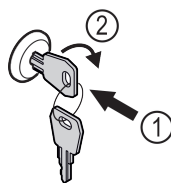

Fig. 207
- Inserire la chiave. Fig. 207 (1)
- Ruotare la chiave di 90° in senso orario. Fig. 207 (2)